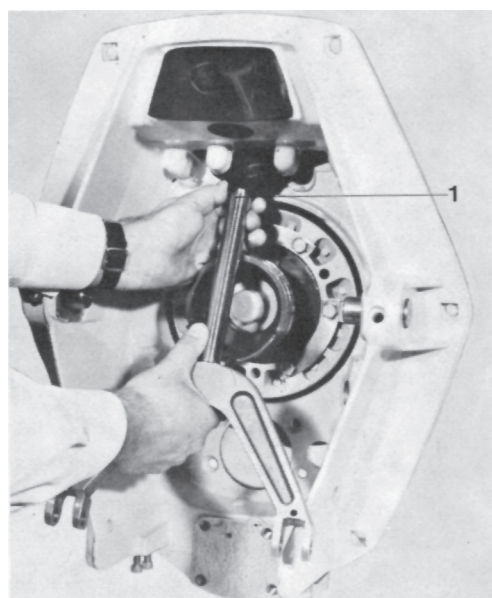

Fig. 40. Montering av lyftgaffel
**OBS!** Oljekanalerna (1 fig. 40) på lyftgaffelstången skall vara riktad mot drevet. Anslut trim-indikatorns vajer till lyftgaffelns babords ben (med muttern akterut).